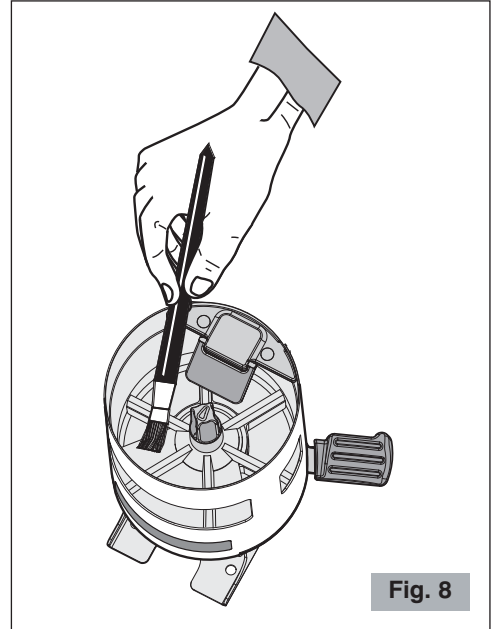

Fig. 8
- Utiliser une brosse ou un pinceau (Fig. 8) pour nettoyer les zones moins accessibles à son intérieur et un chiffon sec pour les autres surfaces.